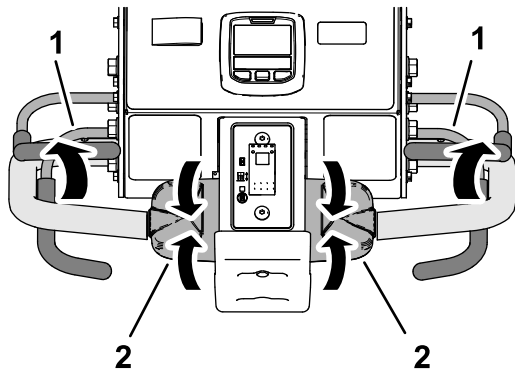

图 98
1. 松开牵引控制装置让其移动至空档位置松开操作员到位把手图 98。